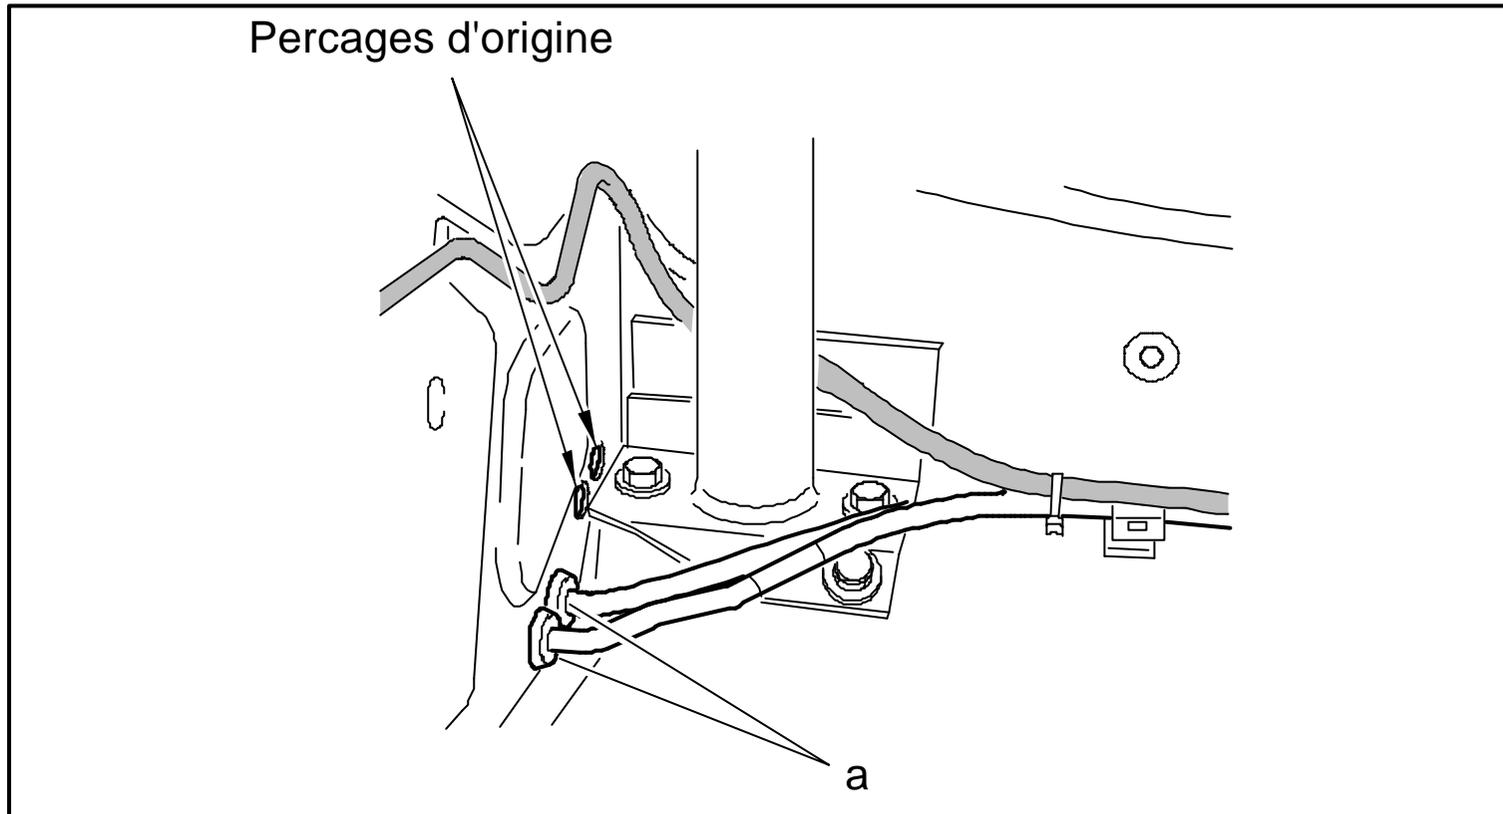

Fig. 2
- ☞ *Repercer deux trous (Rep. a, Fig 2) du même diamètre que d'origine pour déplacer le passage des tuyauteries d'essence dans l'habitacle au niveau des pieds d'arceau.*